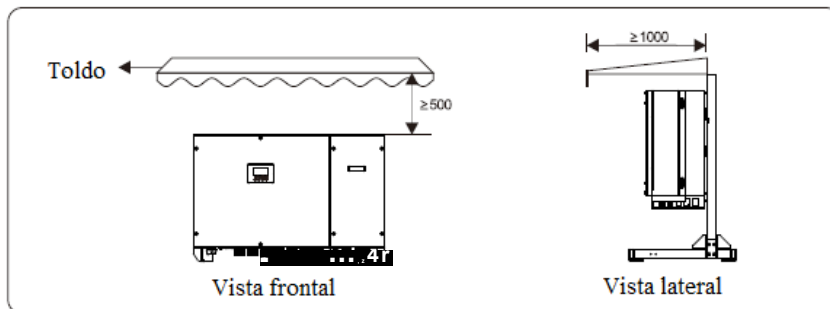

Imagen 4.3 Instalación con un toldo (unidad: mm)
- c. El inversor no debe quedar expuesto a la luz del sol, a la lluvia o a la nieve para extender su vida útil. Se recomienda que se instale en un lugar protegido. En caso de que se instale a la intemperie, coloque un toldo por encima, como se muestra en la imagen 4.3.